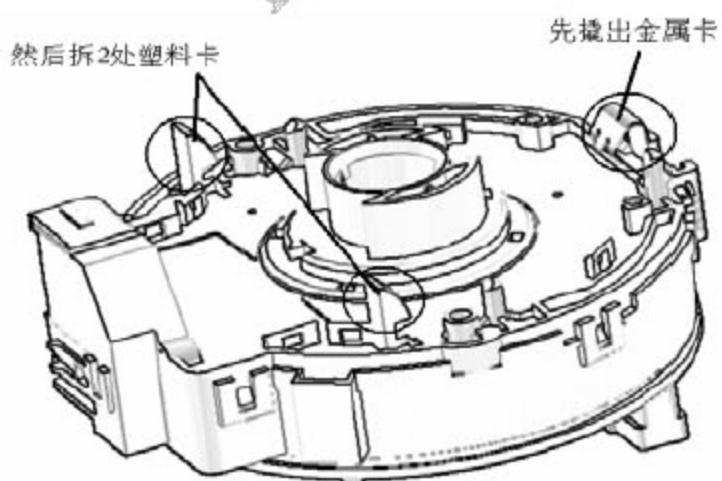

图 5.2—9
- 8). 拆下左组合开关（前照灯变光开关总成）。如图5.2—10所示。